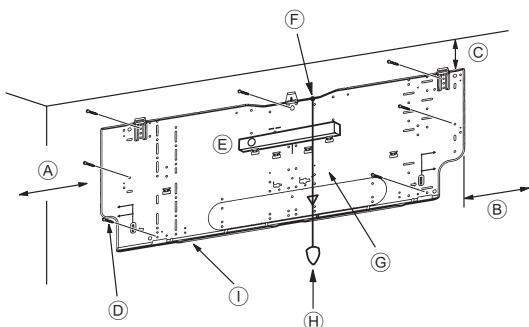
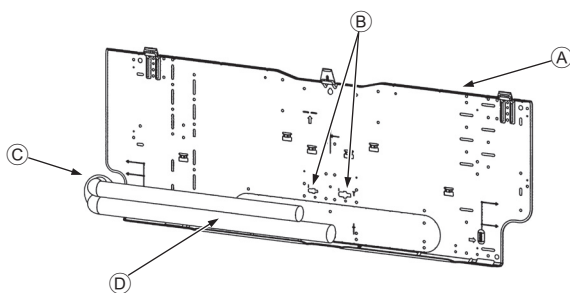

Fig. 3-4
Fig. 3-5
■ PKFY-P-NKMU-E2 (Fig. 3-4)
- (A) Mín. 120 mm, 4-11/16 inch
- (B) Mín. 220 mm, 8-11/16 inch
- (C) Mín. 70 mm, 2-3/4 inch
- (D) Tornillos de fijación (4 x 25) ②
- (E) Nivel
- (F) Introduzca un hilo en el orificio y átelos.
- (G) Coloque el nivel contra la línea horizontal de referencia de la placa de montaje y monte de forma que quede nivelado. Cuelgue una plomada del hilo y alinéelo con la marca ▽ EPK de la placa de montaje para lograr el nivelado.
- (H) Plomada
- (I) Placa de montaje ①
3.3. Cuando coloque los tubos en la pared (Fig. 3-5)
- (A) Placa de montaje ①
- (B) Marca de referencia de la conexión abocinada
- (C) Orificio pasante
- (D) Tuberías locales